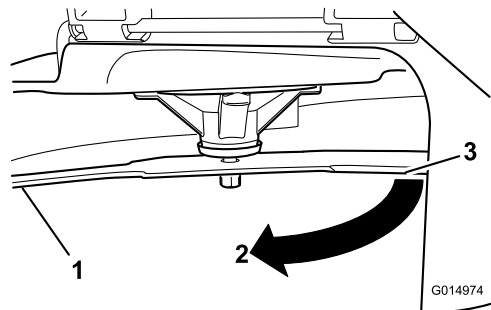

**Figura 71**
2. Usando luvas almofadadas ou outra proteção adequada para as mãos, rode lentamente lâmina para uma posição que lhe permita uma medição da distância entre a extremidade de corte e a superfície nivelada onde a máquina está (Figura 71).